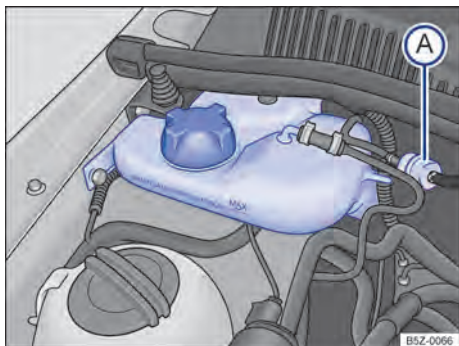
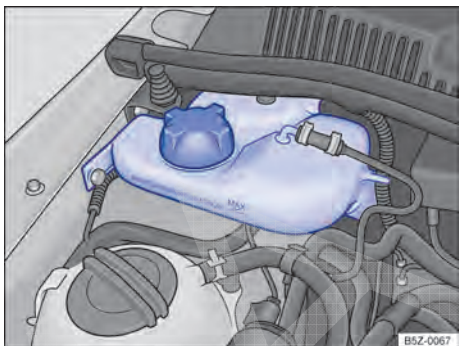

Fig. 132 No compartimento do motor: reservatório de gasolina para o sistema de partida a frio para motores 1.0.
Fig. 133 No compartimento do motor: reservatório de gasolina para o sistema de partida a frio para motores 1.6.
O reservatório de gasolina do sistema de partida a frio encontra-se no compartimento do motor, no lado direito ⇒ Fig. 132 ou ⇒ Fig. 133.
Para os veículos com motor 1.0, o filtro do reservatório de gasolina do sistema de partida a frio ⇒ Fig. 132 (A) deve ser trocado de acordo com os intervalos de manutenção indicados no ⇒ *caderno Manutenção e garantia*.
- Nunca ultrapassar a marca “MAX” indicada no reservatório ⇒ Fig. 132 ou ⇒ Fig. 133.